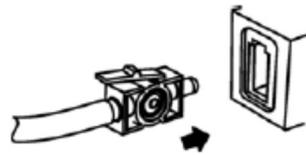

Figure 1
1. La cella di campionamento della cannula di campionamento deve essere inserita nel ricettacolo della cella di campionamento del Modulo LoFlo CO₂ come mostrato nella fig. 1. Se inserita correttamente si udirà il suono di un "click".